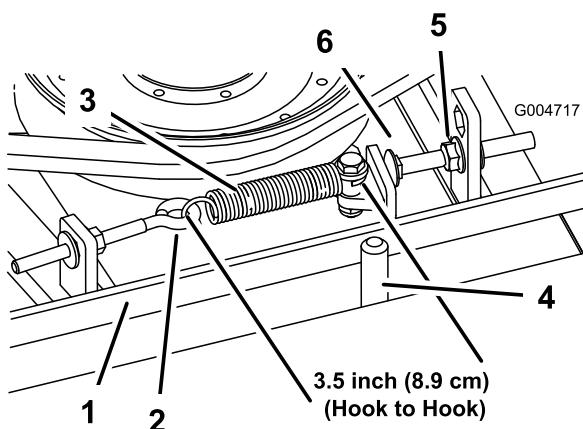

Figure 65
jeu approximatif de 0,125 +0,060/-0,000 pouce entre la tête du boulon et le bras de la poulie de tension (Figure 65).
Remarque: La courroie doit être placée du côté ressort du guide (Figure 65).
2. Desserrez le boulon à œil pour pouvoir enlever le ressort d'extension (Figure 65).
3. Desserrez l'écrou à embase qui fixe le boulon de butée à la patte de montage. Reculez l'écrou suffisamment pour que le bras de la poulie de tension passe le boulon de butée (Figure 65). Eloignez la poulie de tension de la courroie pour détendre cette dernière.
8. Raccrochez le ressort d'extension (Figure 65) au boulon à œil et tendez la courroie comme suit :